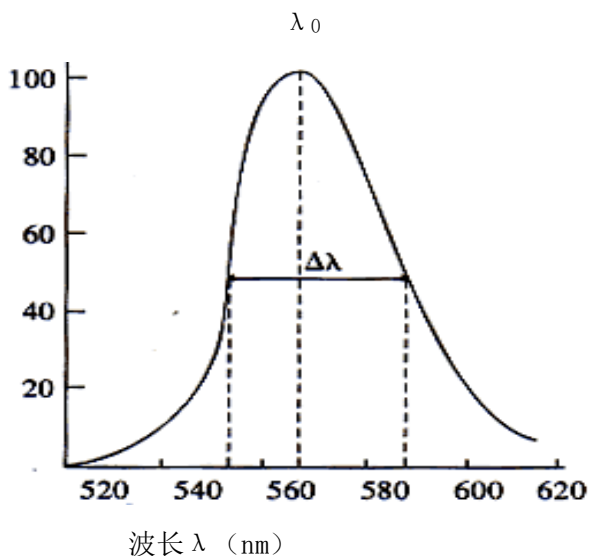

图 6 光谱分布和峰值波长图
(7)光谱分布和峰值波长：某一个 LED 所发的光并不是单一波长，其波长大体按图 6 所示。
(8) 光谱半宽度  $\Delta\lambda$ ：它表示 LED 的光谱纯度，是指图 6 中 1/2 峰值光强所对应两波长之间隔。